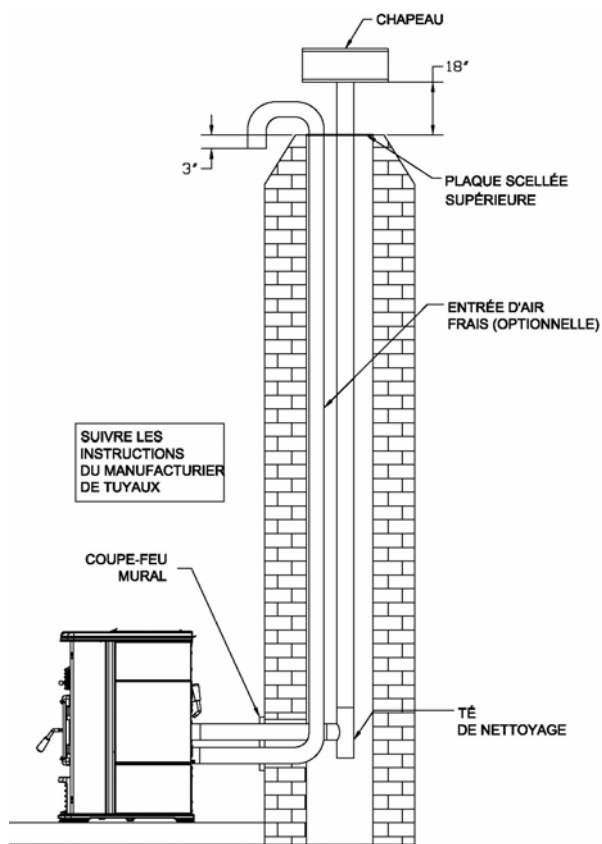

Figure 20
4. Installez un "té" dans la partie inférieure du tuyau d'évacuation jusqu'à ce que le centre de la buse de raccordement du "té" soit aligné avec le centre du trou dans la maçonnerie, tel que montré à la figure 20